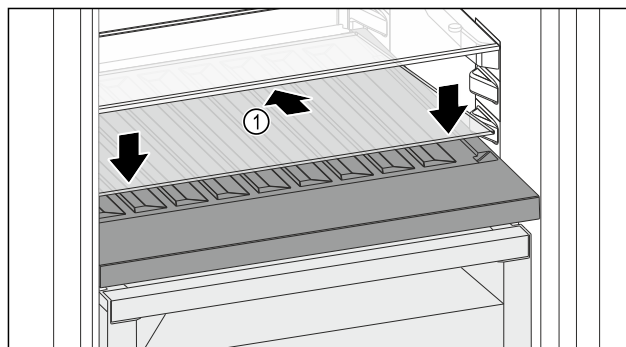

Fig. 135
- ▶ Glasplatte Fig. 135 (1) schräg und nach hinten unten geneigt ansetzen.
- ▶ Glasplatte Fig. 135 (1) vorne absenken.